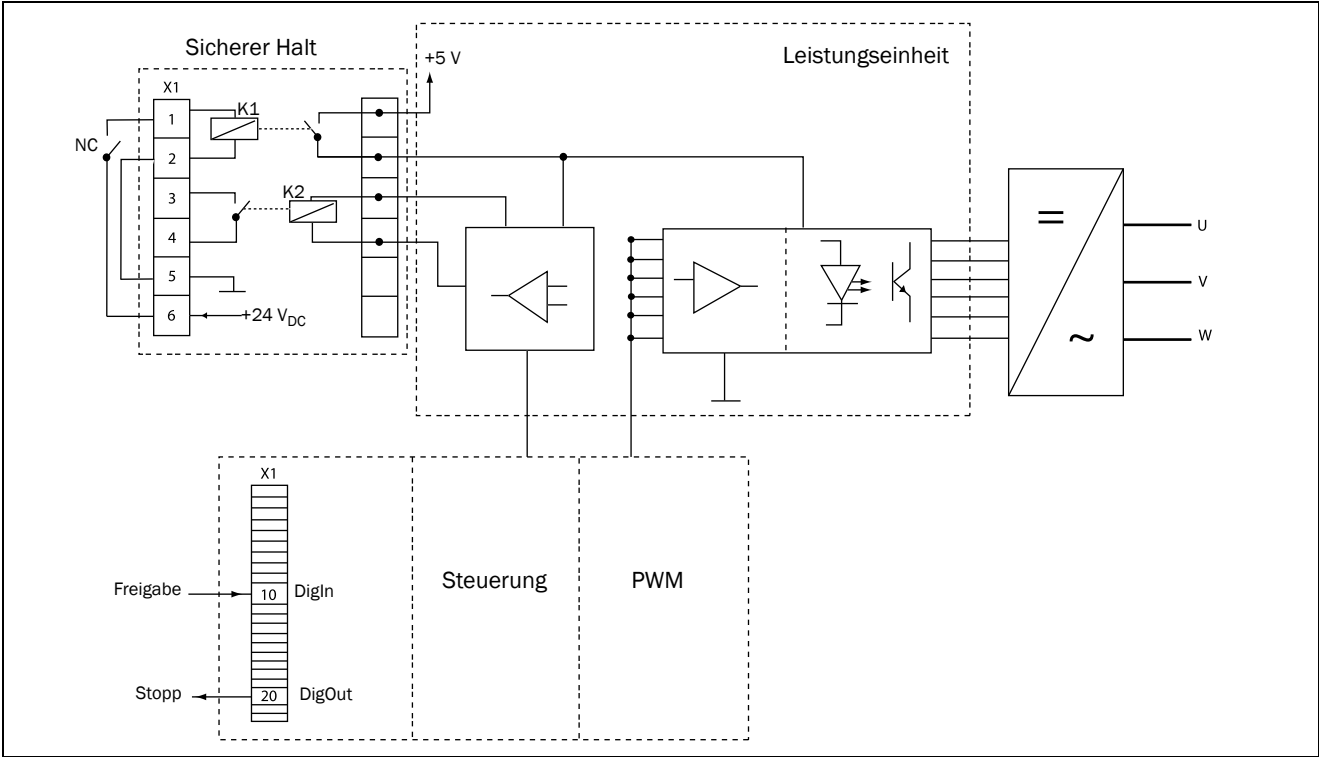

Fig. 114 Anschluss Sicherer Halt
- „Inhibit“-Eingang, Klemmen 1 (DC+) und 2 (DC-) am Option-Board Sicherer Halt, muss aktiviert werden, indem 24 VDC angeschlossen werden, um die Spannungsversorgung IGBT-Treiber über Sicherheitsrelais K1 sicherzustellen. Siehe Abb. 114.
- „High“-Signal am Digitaleingang, z. B. Klemme 10 in Abb. 114, der auf Freigabe (Enable) zu programmieren ist. Für die Einstellung der Digitaleingänge, siehe Abschnitt 10.5.2., Seite 142.
Um die „Enable“-Funktion zu überwachen, kann ein Digitalausgang (auf „Run“ programmiert) verwendet werden. Für die Einstellung der Digitalausgänge, z. B. Klemme 20 im Beispiel Abb. 114, siehe Abschnitt 10.5.4., Seite 148 [540].